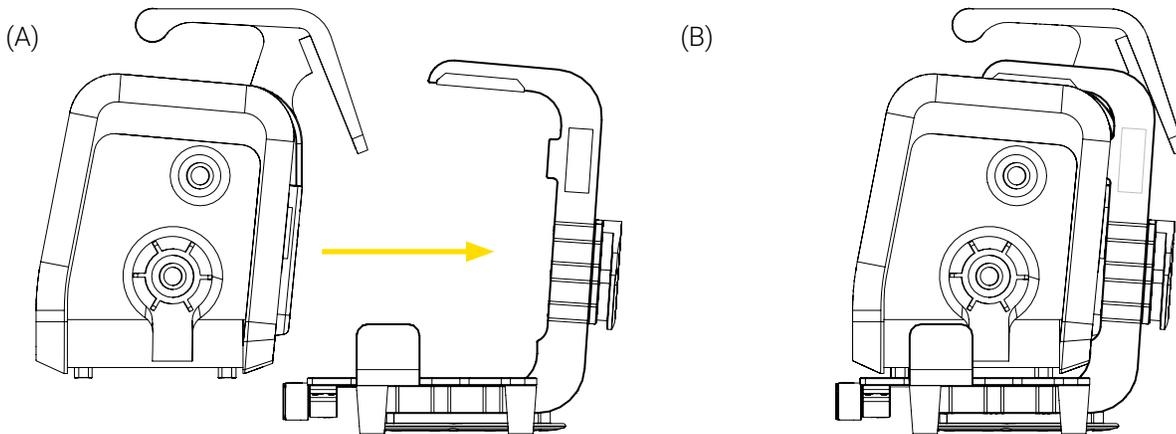

Figure 3: Installation de l'appareil médical dans le support Bracket Pro Serie 60 - GR
2. Insérer l'appareil médical dans le support à l'aide de la poignée et le pousser jusqu'au fond du système de fixation (Figure 3).